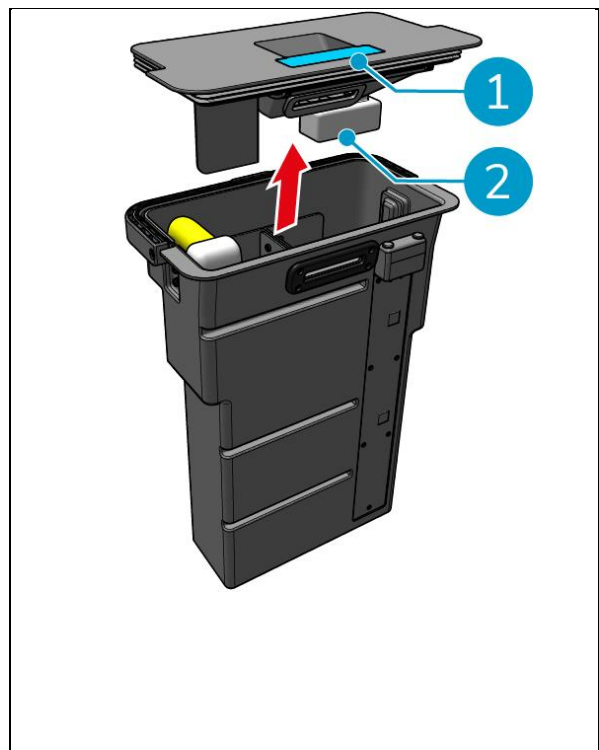

Figura 31
3. Rimuovere il coperchio del serbatoio di recupero (Figura 31, pos. 1).
8. Pulire il galleggiante (Figura 31, pos. 2) e verificare che si muova liberamente.